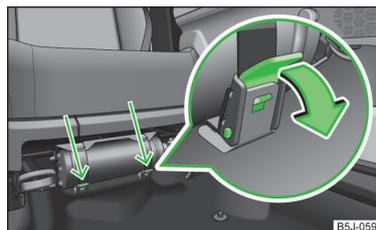

Fig. 142
- Aflojar ambas correas tirando de los seguros respectivos en la dirección de la flecha » fig. 142.